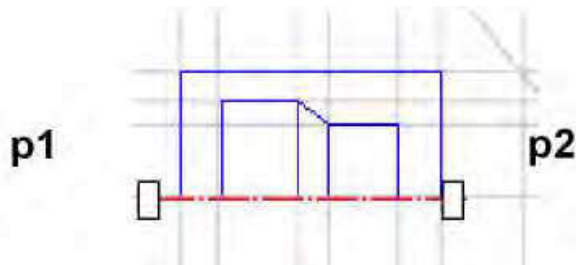

Рисунок 1.22 - Построение симметричного изображения
5) указать последовательно первую точку **p1**, а затем вторую **p2** принадлежащих оси симметрии (рис. 1.22).